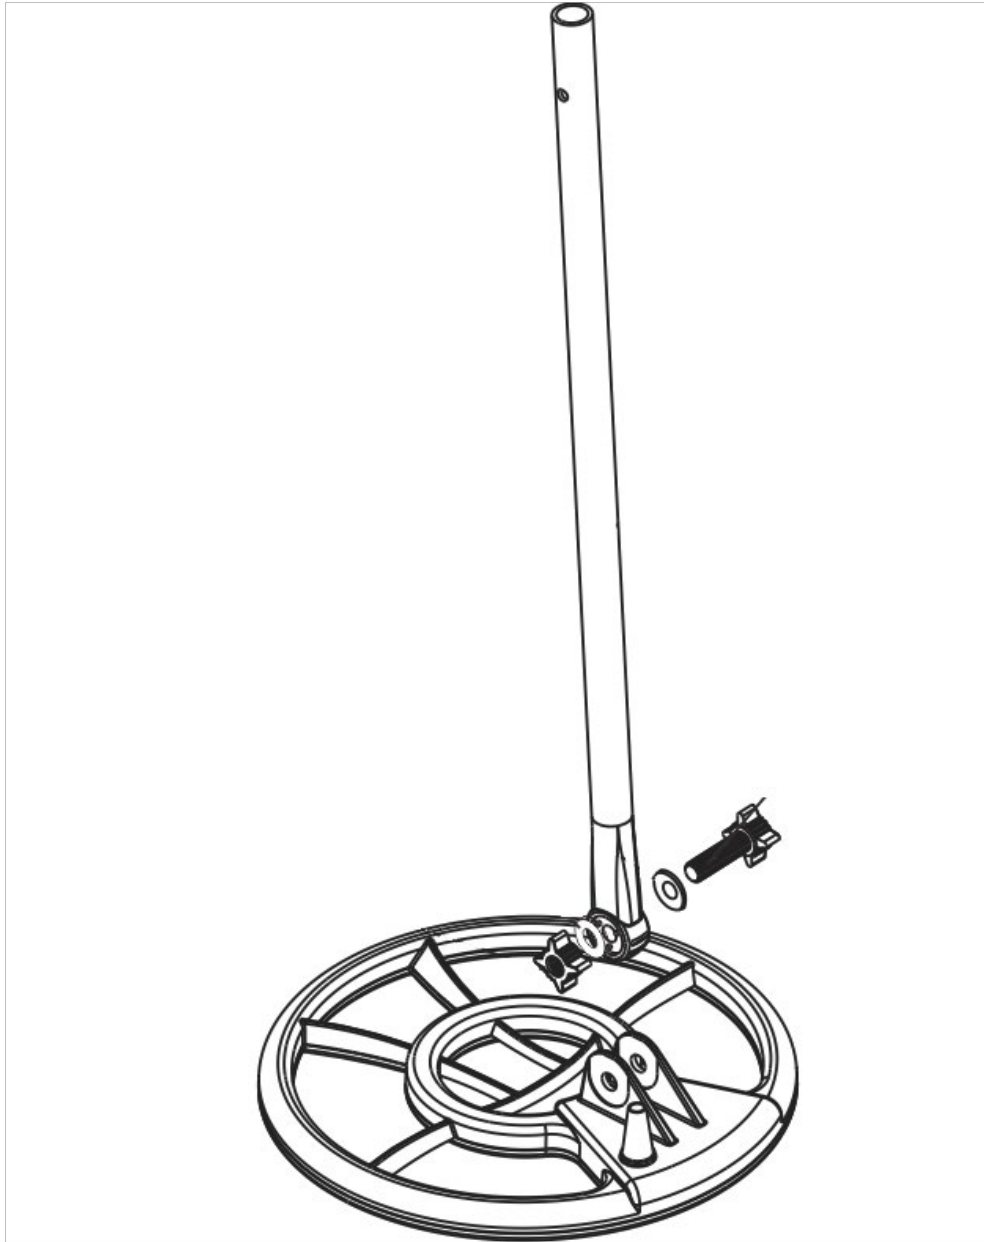

Fig.2 Montage de la tige inférieure sur la tête de détection
1. Dévissez la partie de blocage sur la tige inférieure et montez-la sur la tête de détection à l'aide d'un écrou, une vis et deux rondelles (Voir Fig. 2) :